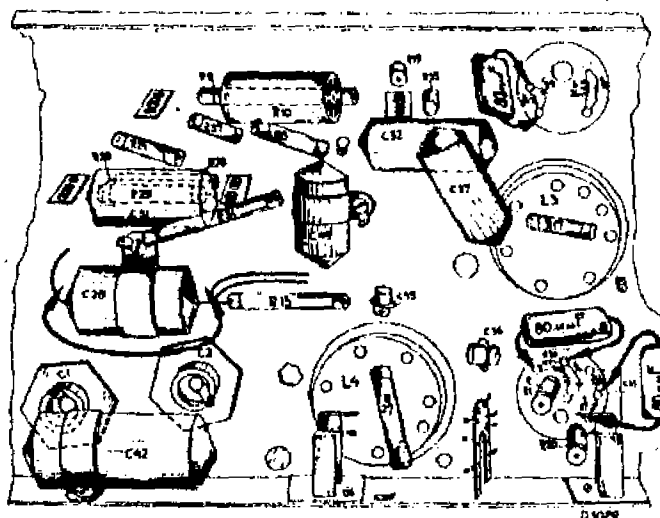
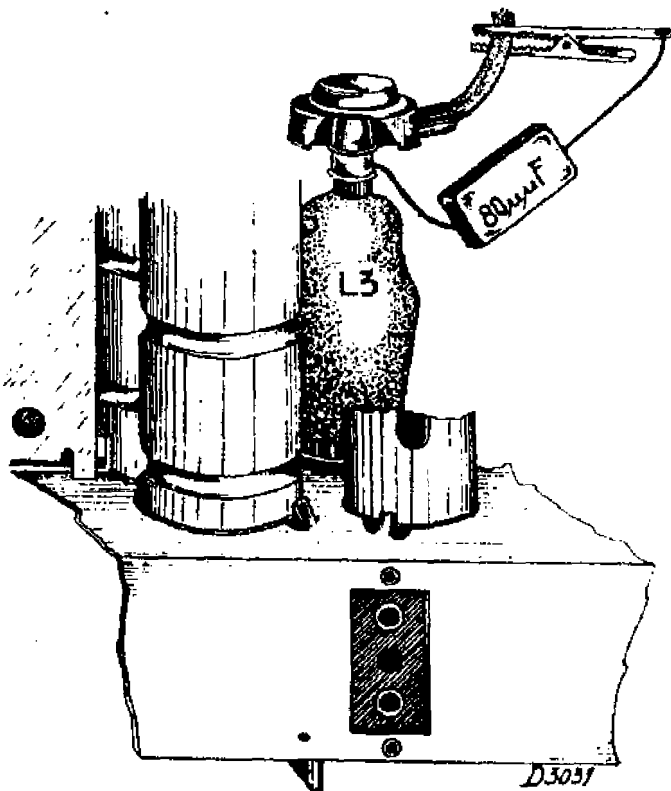
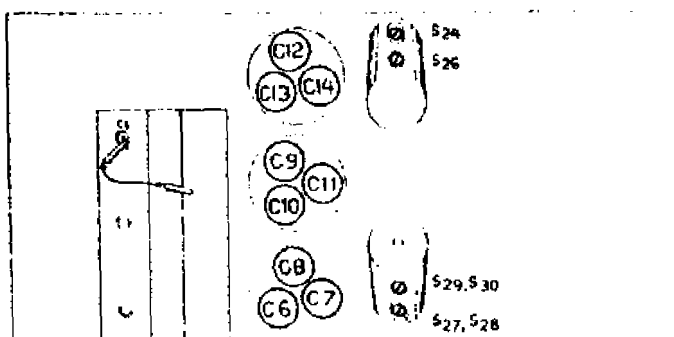

Fig. 2
Fig. 3
Fig. 4
2. Volumeregelaar op maximum draaien. Automatische volumeregeling uitschakelen door C28 kort te sluiten (zie fig. 2).
8. Oscillator kortsluiten door een draadje parallel aan C5 te schakelen (fig. 4).
7. Oscillator kortsluiten door een draadje parallel aan C5 te schakelen (fig. 4).
5. 3e M.F.-kring verstemmen met een condensator van 80 μpF parallel aan S27 + S28 (In fig. 2 is deze condensator abusievelijk parallel aan S27 geteekend) en S29, S30 van 4e M.F.-kring afregelen. (fig. 4).
6. 4e M.F.-kring verstemmen met 80 μpF parallel aan S30 (fig. 2) en S27, S28 van 3e M.F.-kring afregelen (fig. 4).
7. 1e M.F.-kring verstemmen met 80 μpF parallel aan S24 (fig. 2) en S26 van 2e M.F.-kring afregelen (fig. 4).
8. 2e M.F.-kring verstemmen met 80 μpF (fig. 3) en S24 van 1e M.F.-kring afregelen (fig. 4).